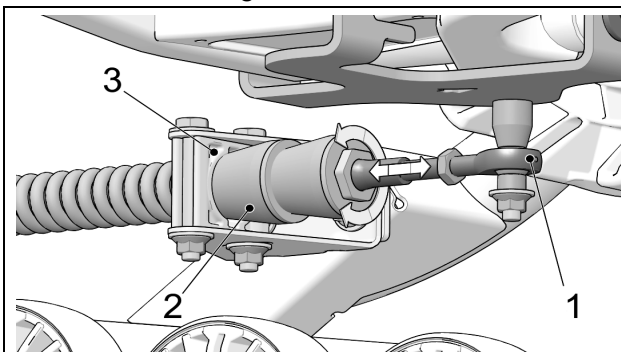

Abbildung 18
- Drehen Sie die Mutter des Stabilisierungsarms, um die Länge des Stangenkopfes (1) einzustellen und dafür zu sorgen, dass der Gummikegel/Gummidämpfer (2) leichten Druck auf die Verdrehsicherungs-Halterung (3) ausübt. Abbildung 18.